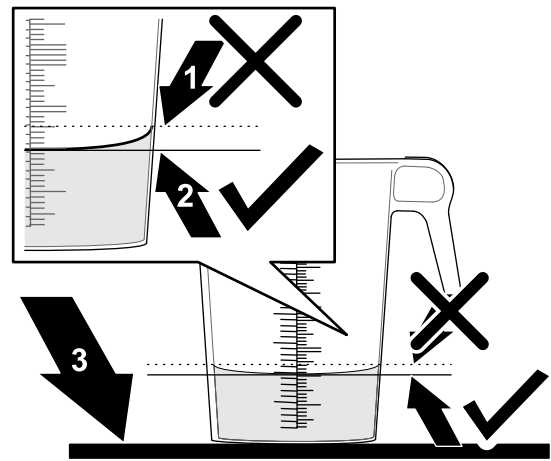

Figura 42
6. Collocate il recipiente graduato su una superficie piana e rilevate il volume del fluido (Figura 42).